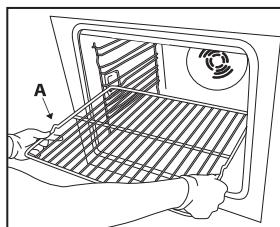

Fig.1
1. Insérez la grille horizontalement, avec la partie rehaussée « A » orientée vers le haut (fig.1).